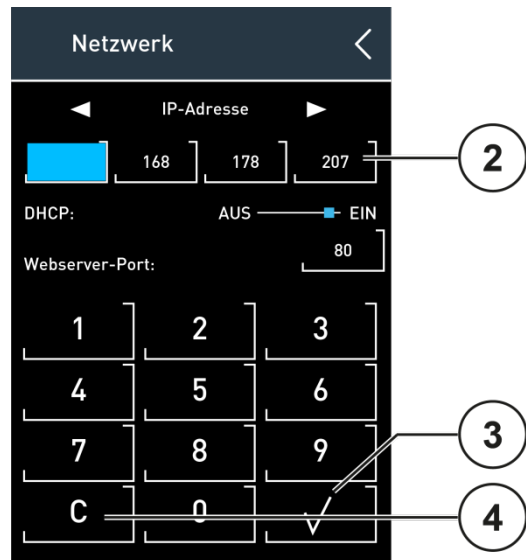

Abb. 17: 10er-Tastatur
- ▶ Tippen Sie auf eine der Zahlengruppe der *IP-Adresse* **(2)**. Eine 10er-Tastatur wird im Display angezeigt (Abb. 17).